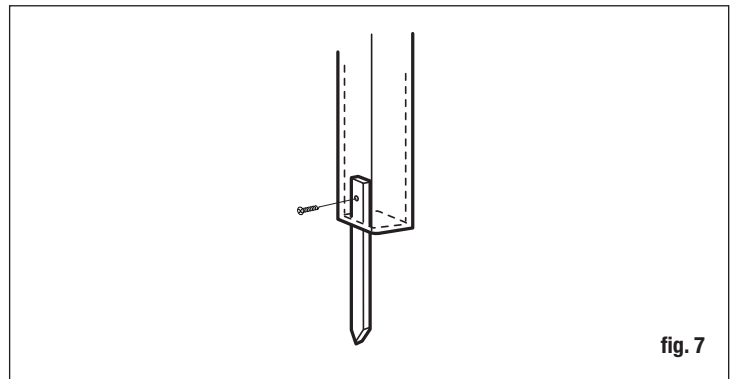

fig. 7
- Conecte cada poste a su estaca correspondiente taladrando a través del poste y la estaca de madera y colocando luego un tornillo de 7/8" (fig. 7).